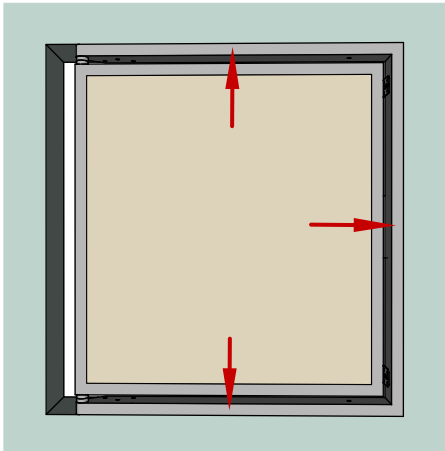

Рис. 10
2. Прижмите люк вплотную к проёму сверху, внизу и со стороны замка (Рис.10). Если люк будет располагаться вплотную к проёму со стороны петель, то люк не откроется из-за соприкосновения плиток друг об друга сразу же при попытке открывания, даже если мы подточим край соседней литки под углом 45°.